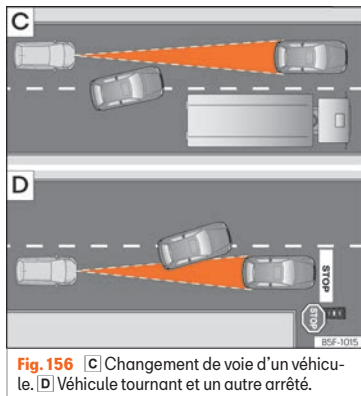

Fig. 156 C) Changement de voie d'un véhicule. D) Véhicule tournant et un autre arrêté.
- Véhicules changeant de voie pour aller sur la vôtre, à courte distance de votre véhicule » » » **fig. 156 C).**
L'ACC ne réagit pas face à des véhicules arrêtés. Par ex., si un véhicule détecté par l'ACC tourne ou se détache et que devant ce dernier se trouve un véhicule à l'arrêt, l'ACC ne réagira pas face à celui-ci » » fig. 156 [D].